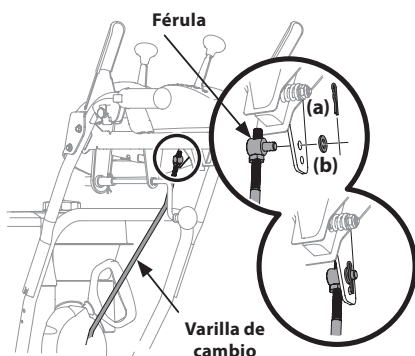

Figura 2-39
8. Extraiga el pasador de chaveta (a) y la arandela (b) de la férula que está en el extremo de la varilla de cambio. Consulte el recuadro Figura 2-39.
10. Inserte la férula en el orificio superior de la palanca de cambios y asegúrela con pasador de chaveta (a) y arandela (b) que quitó en el Paso 8. Consulte la Figura 2-39. Es posible que deba ajustar la férula hacia arriba o abajo.